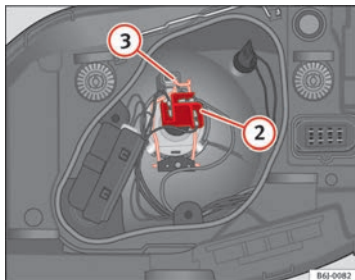

Fig. 146 Médios / máximos farol simples
- Retirar o conector ⇒ Fig. 146 ② da lâmpada.
- Desengate a mola de fixação ⇒ Fig. 146 ③ pressionando-a para dentro e para a direita.